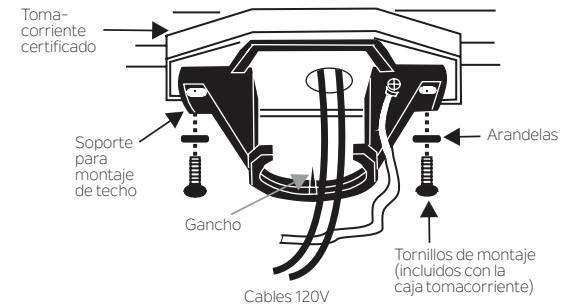

Fig. 6
**Paso 3.** Pase los cables de alimentación de 120 voltios del techo hacia la caja tomacorriente a través del centro del soporte para montaje de techo. (Fig.6)
**Paso 4.** Sujete el soporte para montaje de techo a la caja tomacorriente usando los tornillos y arandelas incluidos con la caja tomacorriente. (Fig. 6)